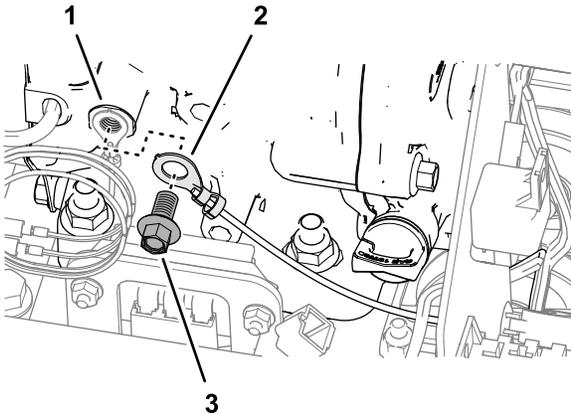

Bild 23
4. Bauen Sie den EdgeClip/Kabelbinder auf der Rahmenplatte ein, siehe Bild 23.
2. Montieren Sie den Ringkabelschuh des Kabelbaums mit der Bundkopfschraube, die Sie in Entfernen Sie den Kabelbaum vom Chassis \(Seite 7\) entfernt haben, am Motor (Bild 23).